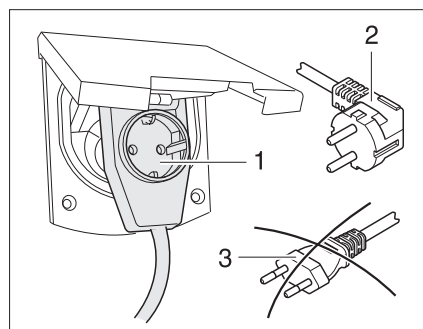

Bild 96 Anslutning till en vinkelkontakt med uttag
- ▶ Om en CEE 17 vinkelkoppling med uttag på baksidan (Bild 96,1) används, ska endast en gummrad och förseglad IP 44-kontakt med jordad kontakt (Bild 96,2) användas. Använd inte någon kontakt utan jordad kontakt (Bild 96,3). Risk för strömstöt!